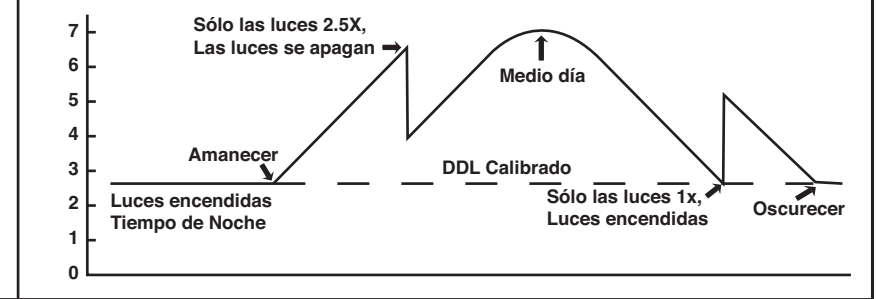

Figura 3
- Deslice la contratuerca sobre los conductores y enrósquela hacia la derecha en la tuerca roscada para asegurar el sensor firmemente en su lugar verificando que el lente esté orientado hacia el área que va a monitorear (campo de visión) (**vea Figura 3**).